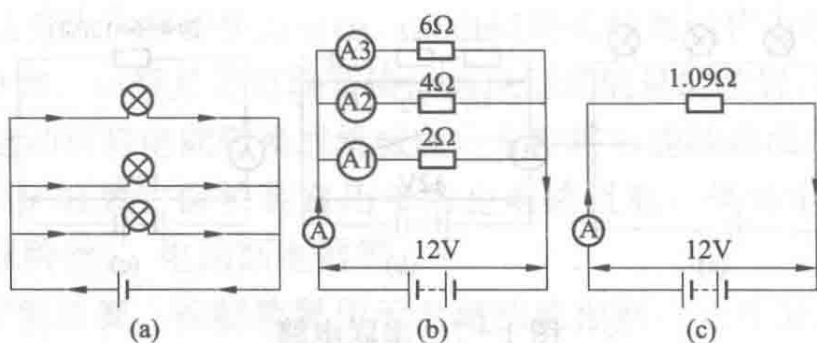

图 1-9 并联电路
(2) 并联。并联电路是将几个负载的一端和另一端分别于电源相连，如图 1-9 所示。